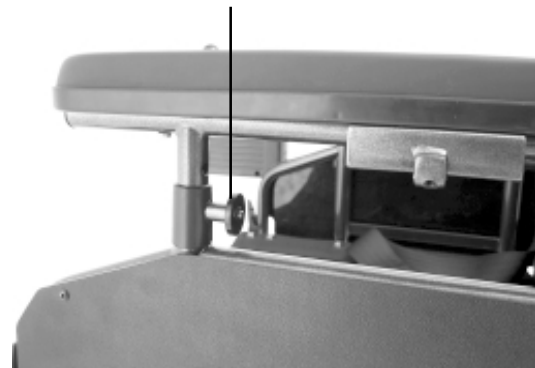

Figure 23. Réglage de la hauteur de l'accoudoir
1. Tirez le levier de réglage pour libérer l'accoudoir. Voir la figure 23.